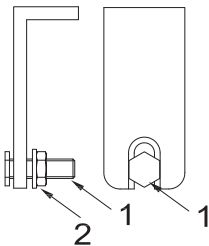

Abb. 29: Tuchstützdrahtwinkel
- » Schieben Sie die Schrauben (1 – Abb. 29) in den Schlitz der schon montierten Tuchstützdraht-Winkel und ziehen Sie die Muttern (2 – Abb. 29) fest.